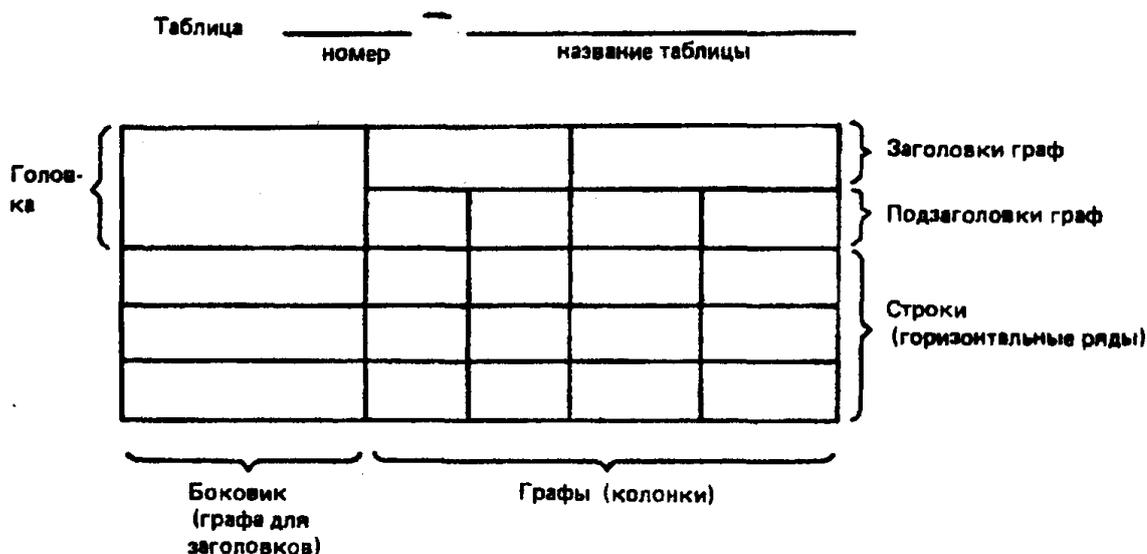

Рисунок 1
4.6.5 Иллюстрации, за исключением иллюстраций приложений, следует нумеровать арабскими цифрами сквозной нумерацией. Если рисунок один, то он обозначается «Рисунок 1». Слово «Рисунок» и его наименование помещают посередине строки.
4.6.8 Иллюстрации, при необходимости, могут иметь наименование и пояснительные данные (подрисуночный текст). Слово «Рисунок» и наименование помещают после пояснительных данных и располагают следующим образом: Рисунок 1 — Детали прибора.